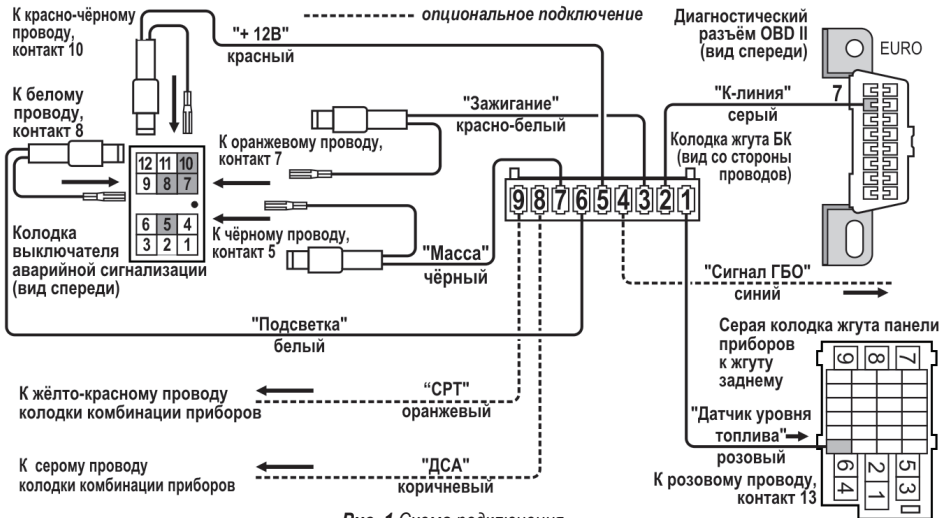
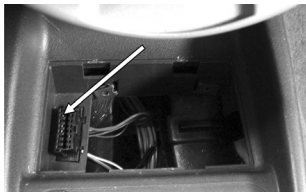

Рис. 1 Схема подключения
Рис.4 Колодка диагностики
- Протяните серый провод К-линии из жгута до диагностической колодки (**см. Рис.4**) и подключите его к диагностической колодке (**см. Рис.1**).